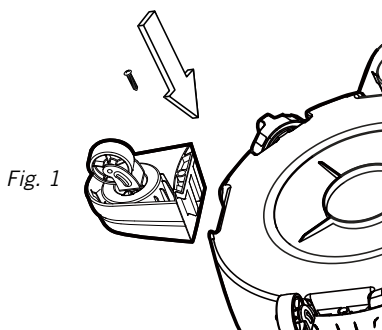

Fig. 1
4. Voltee el tanque recolector e inserte las cuatro patas con ruedecillas **7** en las ranuras del tanque recolector y apriételas usando los tornillos incluidos **14**. Compruebe que las patas con ruedecilla **7** estén instaladas correctamente. No apriete demasiado los tornillos. **Fig. 1**.